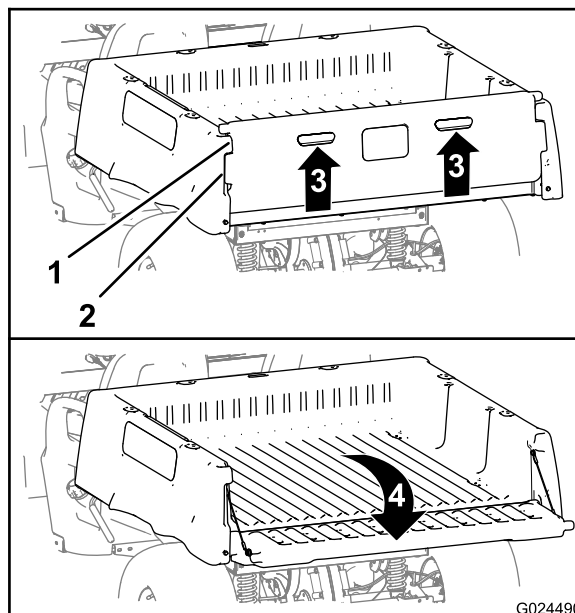

Figura 13
2. Sollevate agendo sugli elementi di spinta sul pannello posteriore della sponda posteriore (Figura 13).
3. Allineate le flange di bloccaggio della sponda posteriore alle aperture tra le flange della sponda stessa del cassone (Figura 13).
4. Ruotate la sponda posteriore indietro e in basso (Figura 13).
6. Ruotate la sponda posteriore in alto e in basso in modo che le flange di bloccaggio della sponda stessa siano a filo con la tasca della sponda nel cassone (Figura 13).
7. Abbassate la sponda posteriore in modo che si posizioni sul retro del cassone (Figura 13).